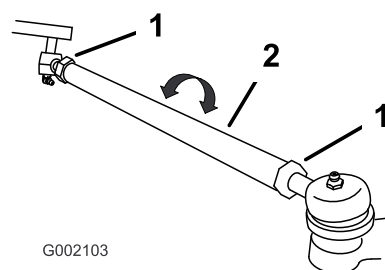

Figura 33
5. Se a medição obtida não corresponder a 0–6 mm, desaperte as porcas de segurança nas extremidades das barras transversais (Figura 33).